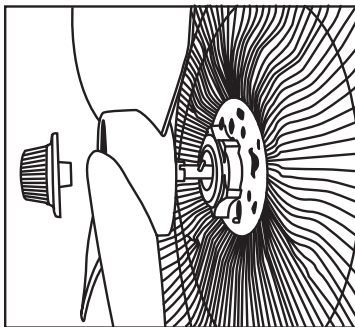

Fig. 4
4. Inserte las aspas (3) y fíjelas girando la capucha (2) en sentido contrario a las agujas del reloj **(Fig. 4)**. Compruebe que giran perfectamente.
4. Insert the blades (3) and lock them in place by turning the hood (2) anti-clockwise (**Fig. 4**). Check that they turn correctly.